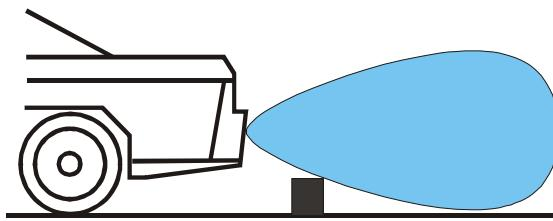

Рис. 10
**7.2** Минимальное расстояние обнаружения бордюра (и других низко расположенных объектов), т.н. ширина «вертикальной мертвей зоны», зависит от высоты и угла установки датчиков (см. рис. 10). Например, при высоте установки датчиков 60 см, минимальное расстояние обнаружения бордюра высотой 20 см будет около 70см, а при высоте датчиков 40 см и угле на-клона 7°, минимальное расстояние обнаружения такого бордюра будет около 50см. Т.е. находясь ближе этого расстояния, бордюр не будет обнаружен.